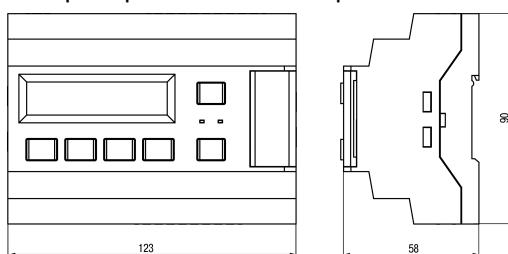

Рисунок 5.2 – Габаритный чертеж прибора
- Подготовить на DIN-рейке место для установки прибора в соответствии с размерами прибора (см. рисунок 5.2).